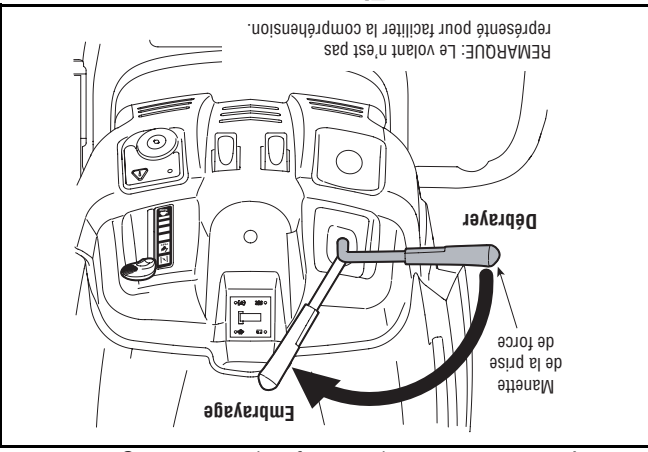

Figure 11
2. Faites pivoter la manette de la prise de force (Embrayage de la lame) à fond vers l'avant jusqu'à la position « ON » (Embrayé). Voir la Figure 11.